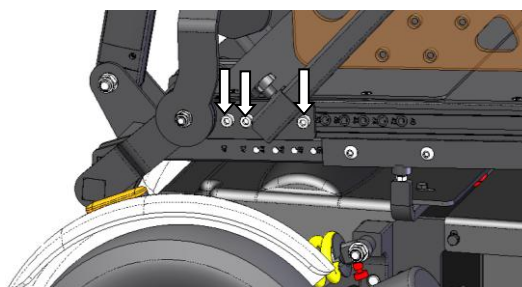

Figure 8 : réglage profondeur assise sup.
- Ôtez les trois vis du pivot supérieur d'assise (voir figure 8) des deux côtés du fauteuil